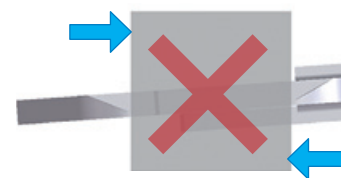

Fig. 6
3. Não meça uma peça com as faces de medição inclinadas. Procure sentir que as faces de medição estão bem encostadas. **(Fig. 6)**
3. Não meça uma peça com as faces de medição inclinadas. Procure sentir que as faces de medição estão bem encostadas. (Fig. 6)